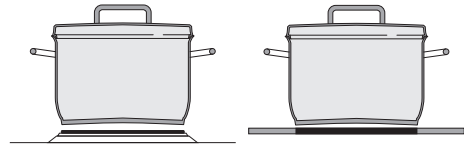

fig. 12
- De bodem van de koude pan moet enigszins naar binnen getrokken zijn, want bij verhitting van de pan volgt uitzetting van de bodem en sluit de pan goed aan op het kookzonevlak en wordt de warmte optimaal doorgegeven (fig. 12).